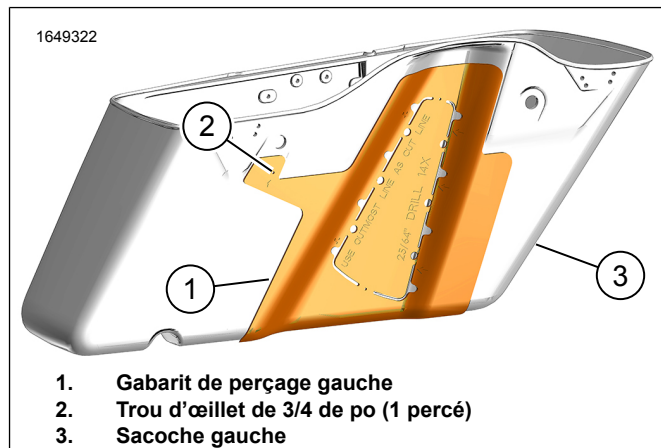

Figure 20. Gabarit de perçage de sacoche gauche
- Voir la figure 20. Répéter les procédures 1-8 à partir de la sacoche droite.